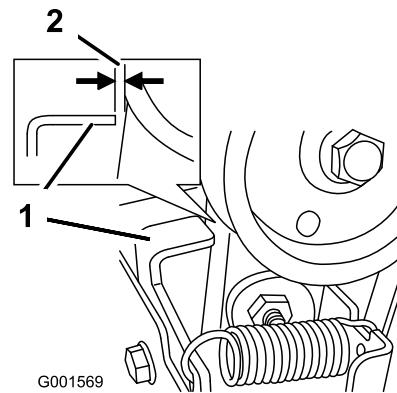

Figure 47
3. Lorsque le levier de commande de fraise à neige/turbine est désengagé, vérifiez qu'il existe un écart de 1,5 mm (1/16 pouce) entre l'ensemble embrayage de fraise à neige et la patte (Figure 47).